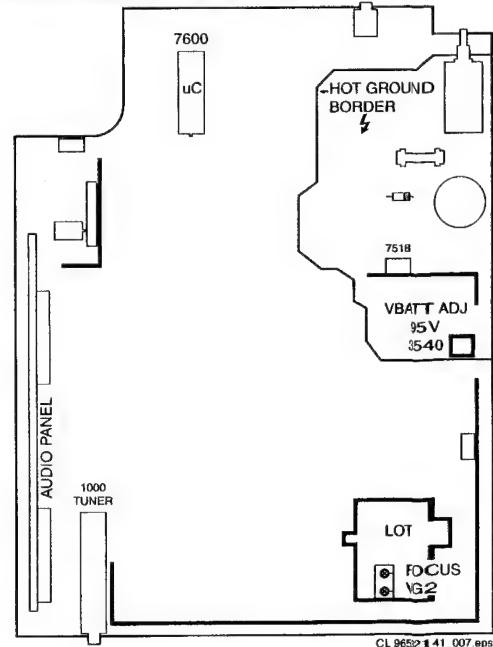

Abbildung 8-1
- Potentiometer R3540 (siehe Abb. 8.1) so einstellen, daß das Voltmeter 95 V anzeigt.
- Das VG2-Potentiometer, das sich bei LOT 5445 befindet (siehe Abb. 8.1), so einstellen, daß die farbige Linie in der Bildschirmmitte gerade nicht mehr sichtbar ist.
- Das Fokussierungspotentiometer, das sich bei LOT 5445 befindet (siehe Abb. 8.1), auf maximale Bildschärfe einstellen.